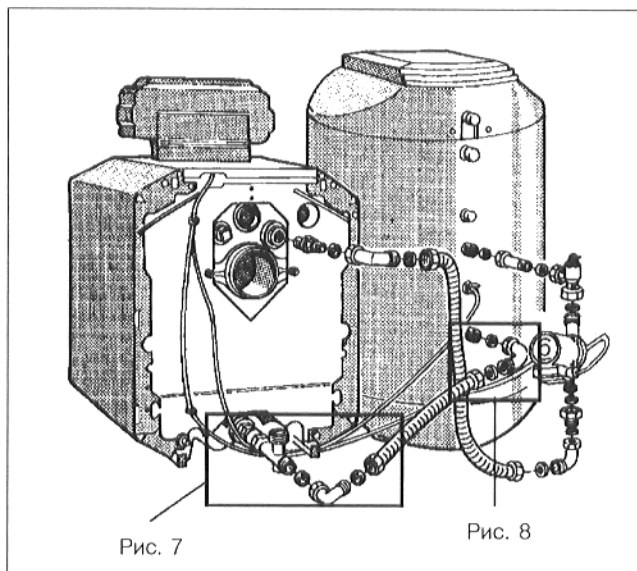
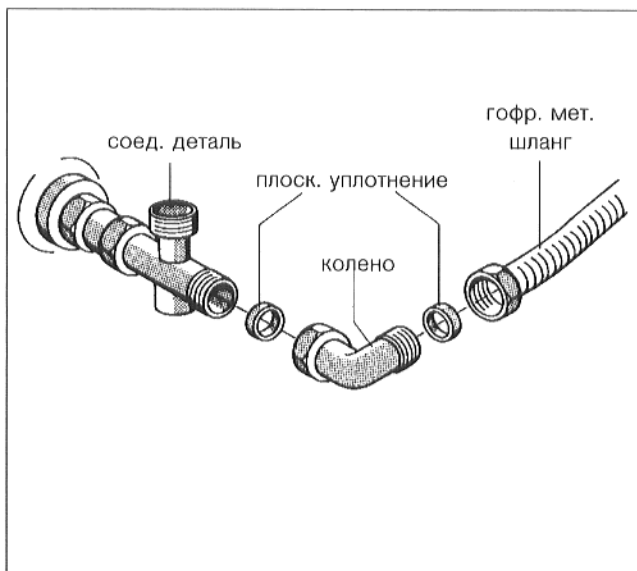
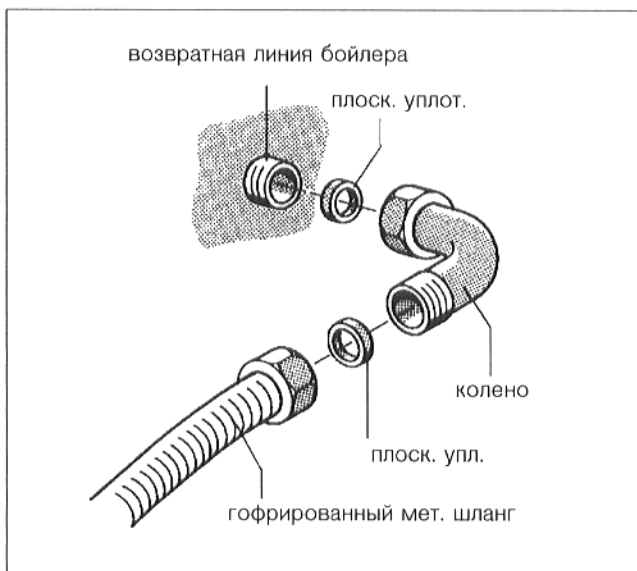

Рис. 6
Рис. 7
Рис. 8
- ▶ Вложить плоское уплотнение в накидную гайку колена и привинтить к заднему выходному отверстию соединительной детали (комплект поставки котла) в возвратной линии котла (рис. 6, рис. 7)
- ▶ Вложить плоское уплотнение в накидную гайку гофрированного металлического шланга (короткий шланг) и привинтить к колену у соединительной детали возвратной линии котла (рис. 6, рис. 7).
- ▶ Вложить плоское уплотнение в накидную гайку последнего колена и привинтить колено к возвратной линии бойлера (рис. 6, рис. 8).
- ▶ Вложить плоское уплотнение во вторую накидную гайку гофрированного металлического шланга и привинтить шланг к колену (рис. 6, рис. 8).